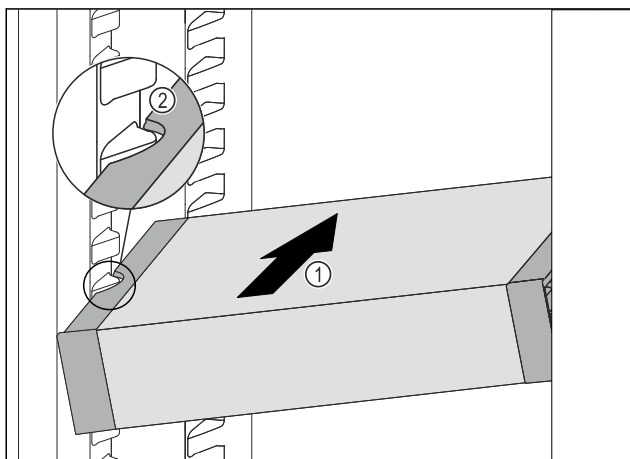

Fig. 130
- Zasuňte VarioSafe do chladničky pod úhlem tak Fig. 130 (1), aby vybrání na bocích Fig. 130 (2) VarioSafe byla na úrovni žebrování na nádoby v chladničce.